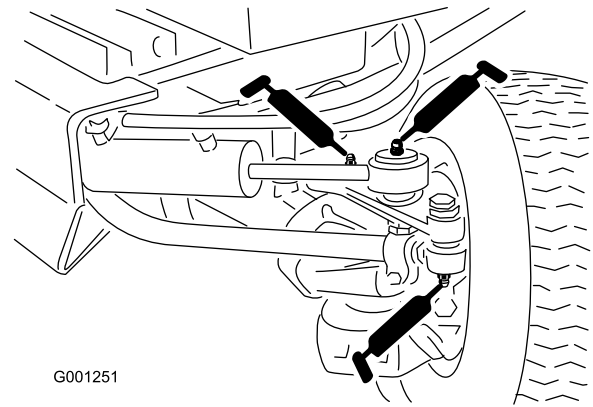

Bild 45
- Zugstangenenden (2) (Bild 45)
- Zylinderstangenenden (2) (Bild 45)
- Lenkgelenke (2) (Bild 45)
- Achsendrehbüchse (Bild 45)